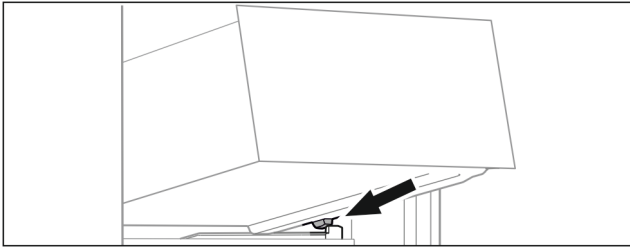

Fig. 15
- ▶ Applicare il cassetto in modo inclinato dietro i fermi sulla nervatura del contenitore Fig. 15 ().